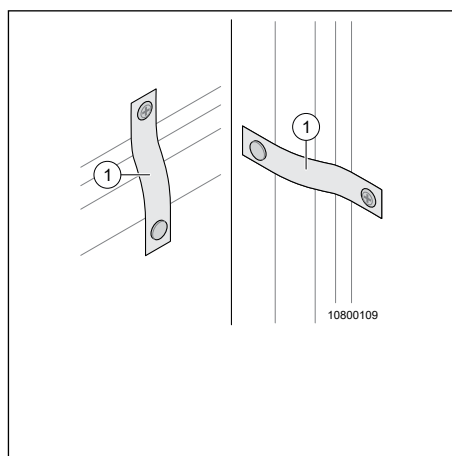

Fig. 67 Sécuriser les parois de douche
Pour ouvrir les parois de douche, desserrer les rubans à boutons-pressions (Fig. 67, pos. 1) et amener les parois de douche sur les positions prévues.
→ Avant de prendre la route, sécuriser les parois de douche avec les rubans à boutons-pressions (Fig. 67, pos. 1).